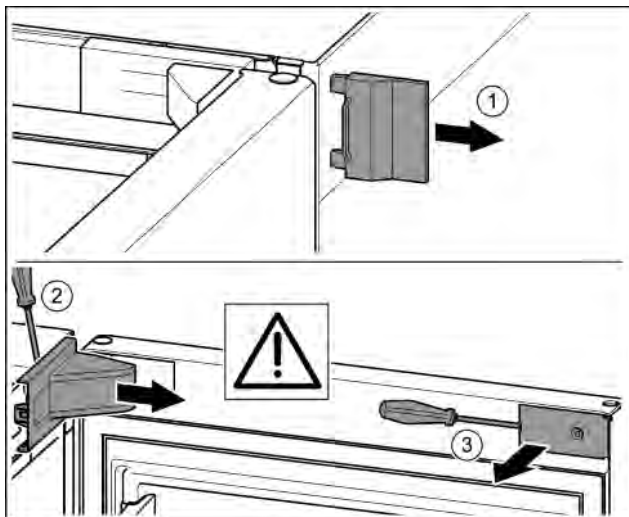

Fig. 9
- ▶ Skinite vanjski pokrov. Fig. 9 (1)
- ▶ Odvijačem otkopčajte i otpustite pokrov podloška ležaja. Skinite pokrov podloška ležaja. Fig. 9 (2)
- ▶ Odvijačem s prorezom otkopčajte masku i zakrenite je u stranu. Fig. 9 (3)